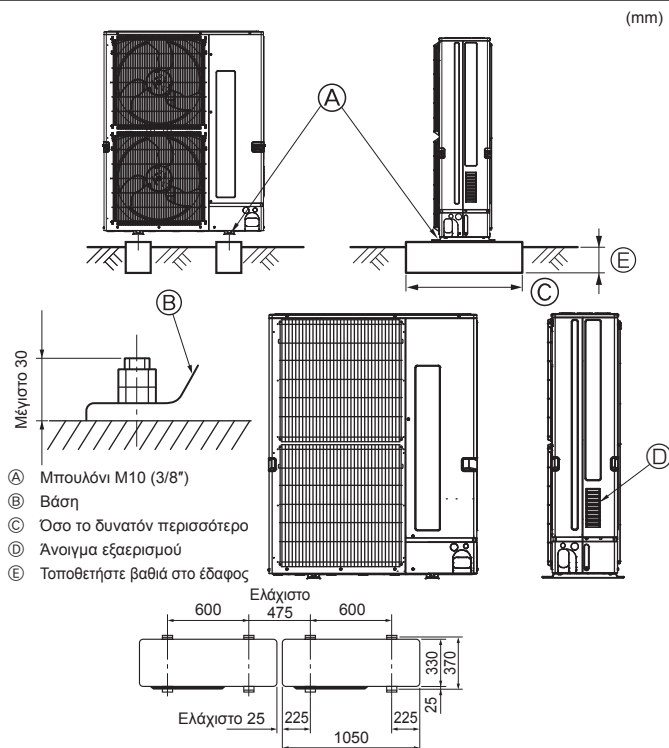

Fig. 3-1
③ Κατεύθυνση ανέμου
• Η μονάδα πρέπει να τοποθετηθεί σε σταθερή και επίπεδη επιφάνεια για την αποφυγή θορύβων κατά τη λειτουργία. (Fig. 3-1)